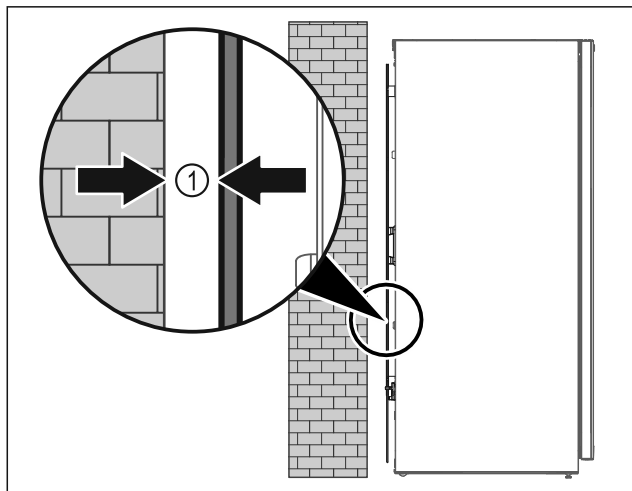

Fig. 9
- Opstil apparatet enten frit i rummet eller direkte på en væg med en mindsteafstand på 5 mm Fig. 9 (1).